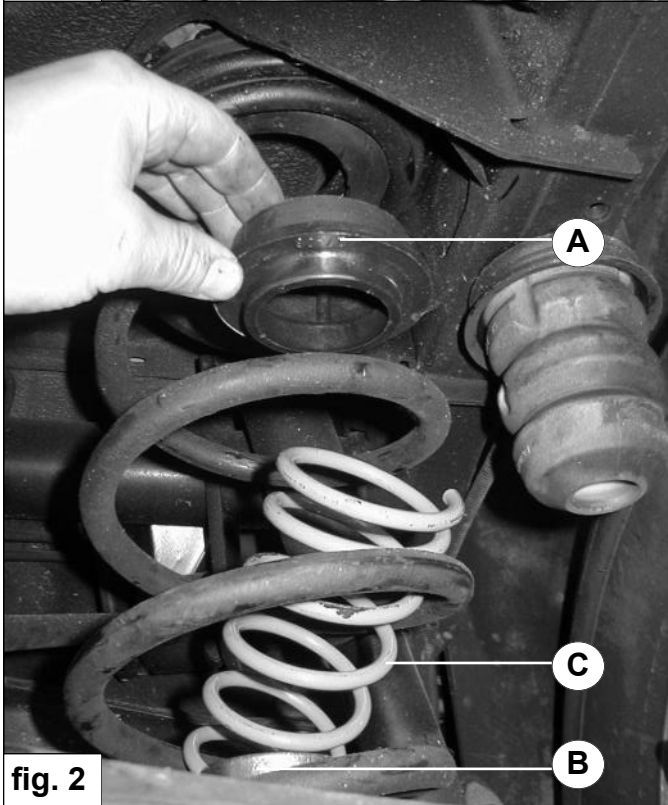

fig. 2
4. Plaats de kunststof veerschotels **A** boven op hulpveer **C**. Zie fig. 2.
5. Breng de hulpveer **C** met veerschotel **A** met een kantelbeweging in de hoofdveer en draai de hulpveer helemaal in de hoofdveer. Zie fig. 2.